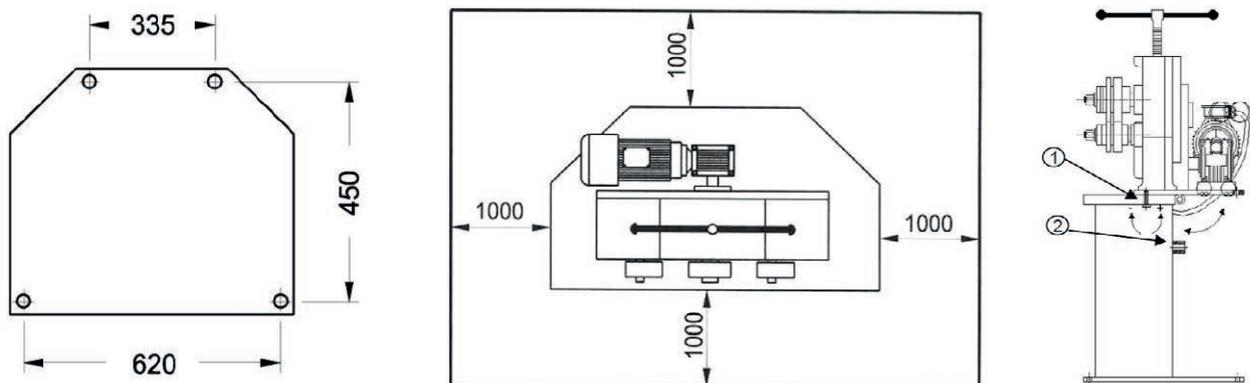

Fig. 6 Dimensions de l'espace pour PRM 30 F, utilisation verticale
La PRM 30 F est équipée d'une tête inclinable et peut être utilisée horizontalement et verticalement. Les illustrations ci-dessous (fig. 6 et 7) vous donnent les informations utiles pour l'installation de la cintruse.
1. Dévissez la vis 1 (fig. 6, à droite).
3. Vissez la vis 1 dans le filet 2 (fig. 6, à droite).